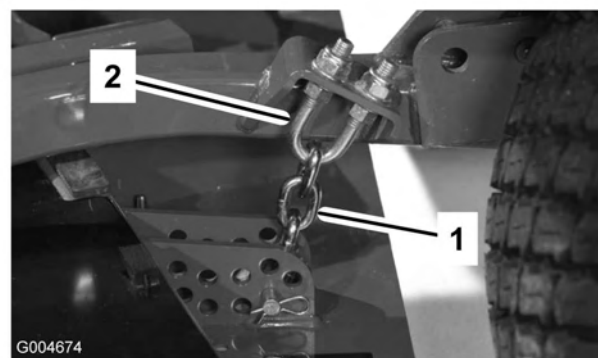

Figura 86
1. Desaperte as porcas de retenção na zona superior ou inferior da cavilha em U da correia da altura de corte (Figura 86).